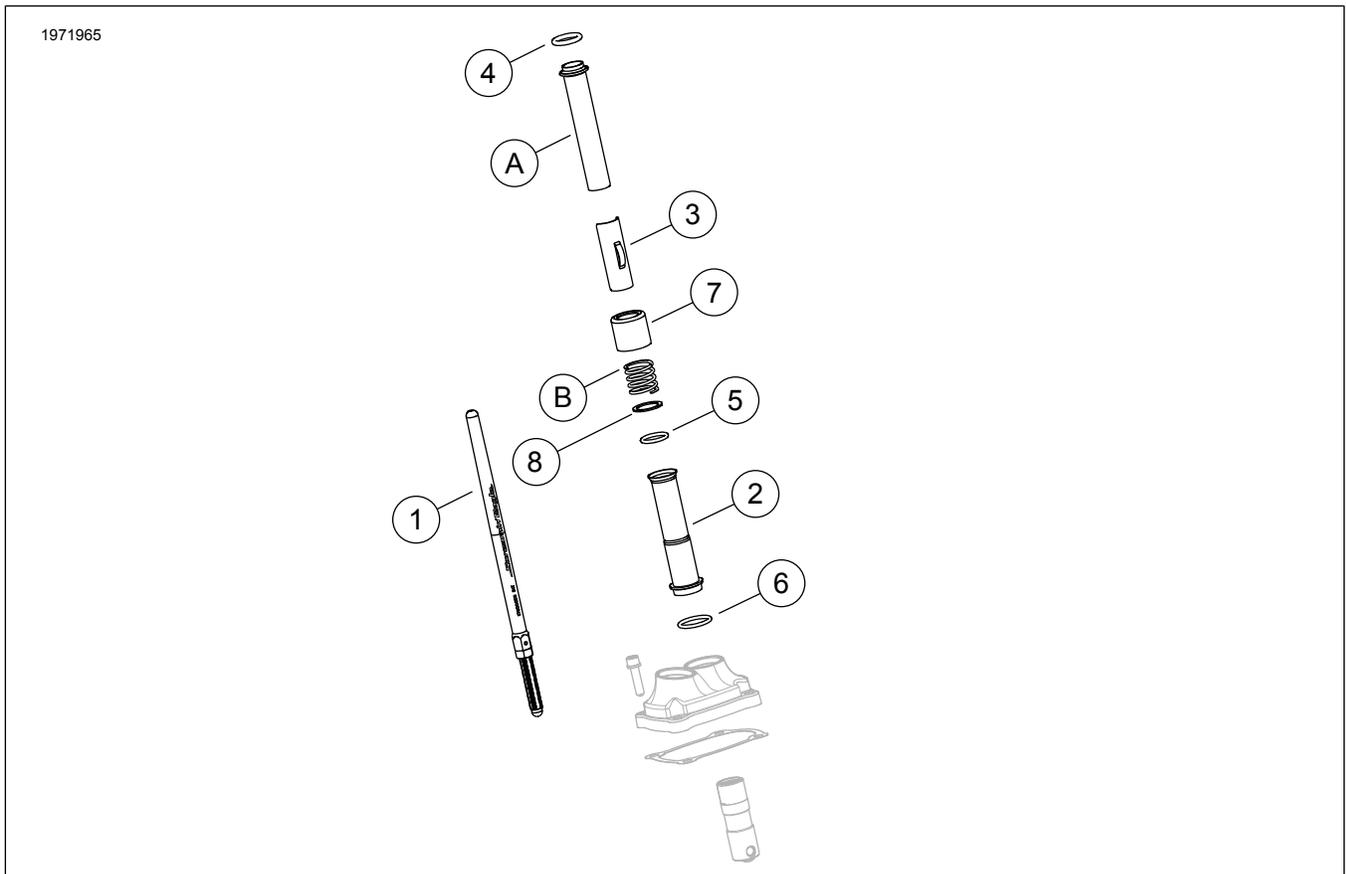

Figure 1. Contenu du kit : Kit Stage 2 Milwaukee-eight Screamin' Eagle
1. Voir la figure 1. Installer la pompe à huile. Consulter le manuel d'entretien.